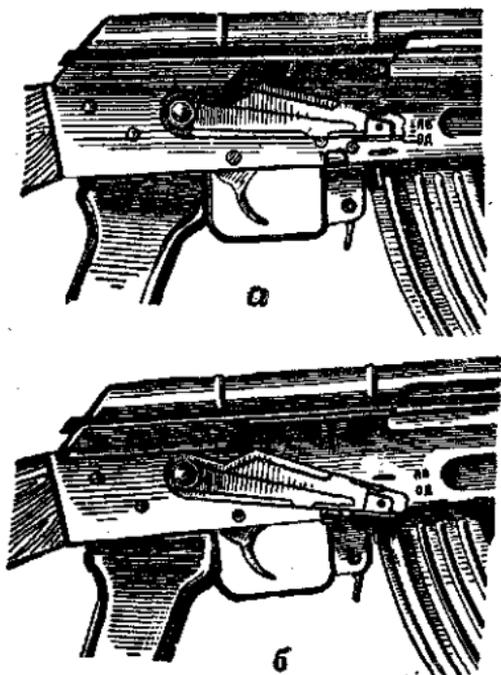

Рис. 58. Установка переводчика на необходимый вид огня:
**111. Для установки переводчика на требуемый вид огня (рис. 58) надо, нажимая боль-**